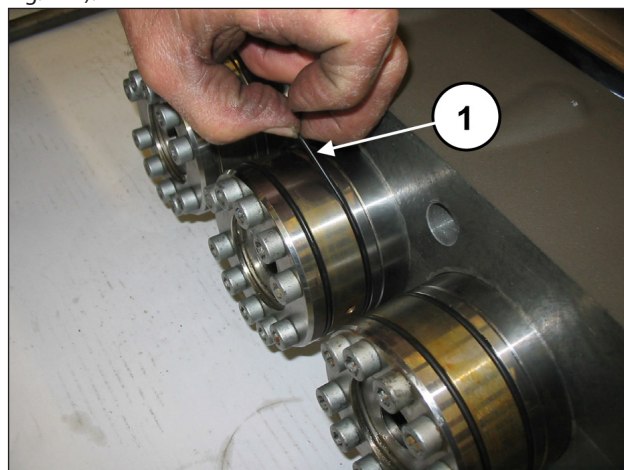
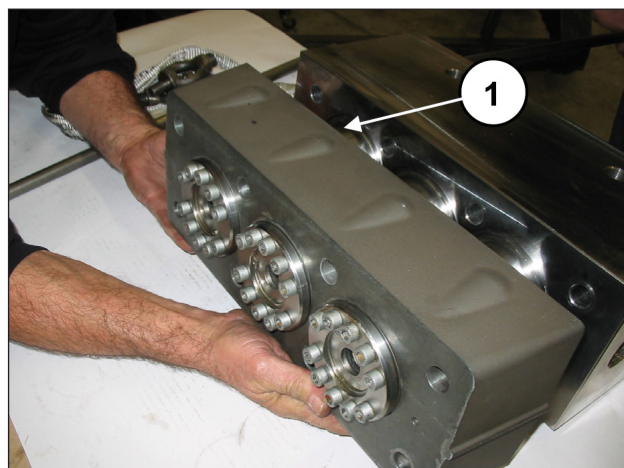

Fig. 110
Fig. 111
Togliere gli O-ring dei supporti guarnizione (pos. ①, Fig. 110) e sfilare il distanziale per camicie dai gruppi camicie (pos. ①, Fig. 111).